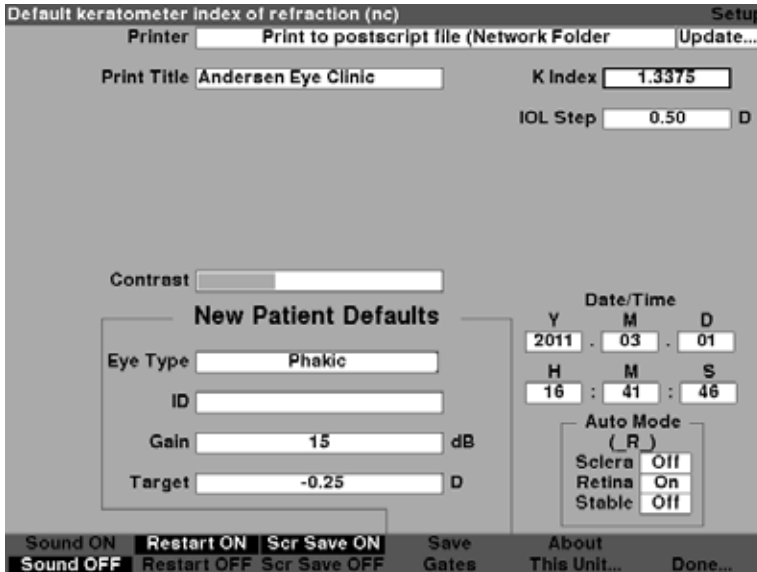

Figura 5-56 Campo do índice K selecionado
1. Dentro da tela de Configuração, gire o botão para selecionar o campo do índice K, indicado pela borda sólida em preto conforme mostrado na Figura 5-56.